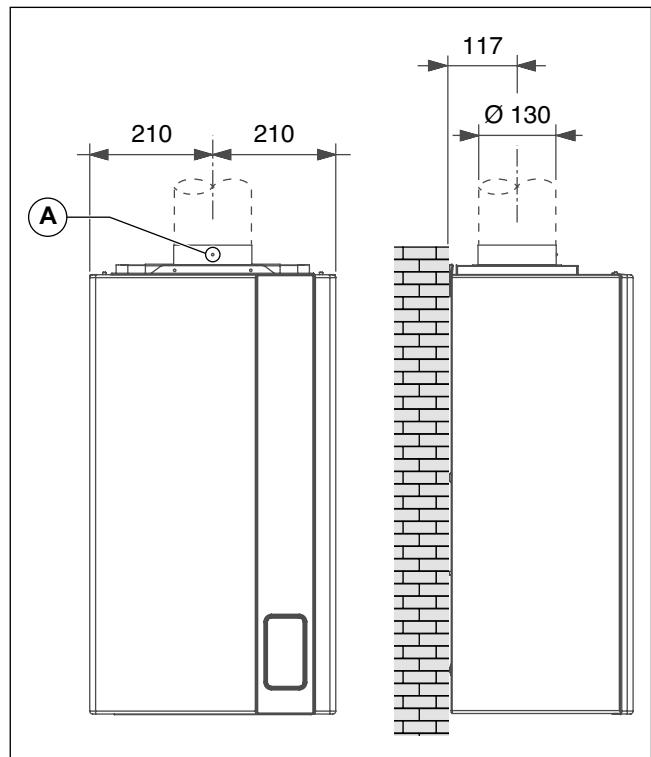

Рис. 7 Розміри для підключення до димоходу моделі з відкритою камeroю згоряння
- З'єднувальна труба повинна бути прикріплена до корпуса бойлера за допомогою гвинта в спеціальному отворі А (див. Рис. 7 Розміри для підключення до димоходу моделі з відкритою камерою згоряння).
- З'єднувальна труба повинна бути прикріплена до корпуса бойлера за допомогою гвинта в спеціальному отворі A (див. Рис. 7 Розміри для підключення до димоходу моделі з відкритою камeroю згоряння).